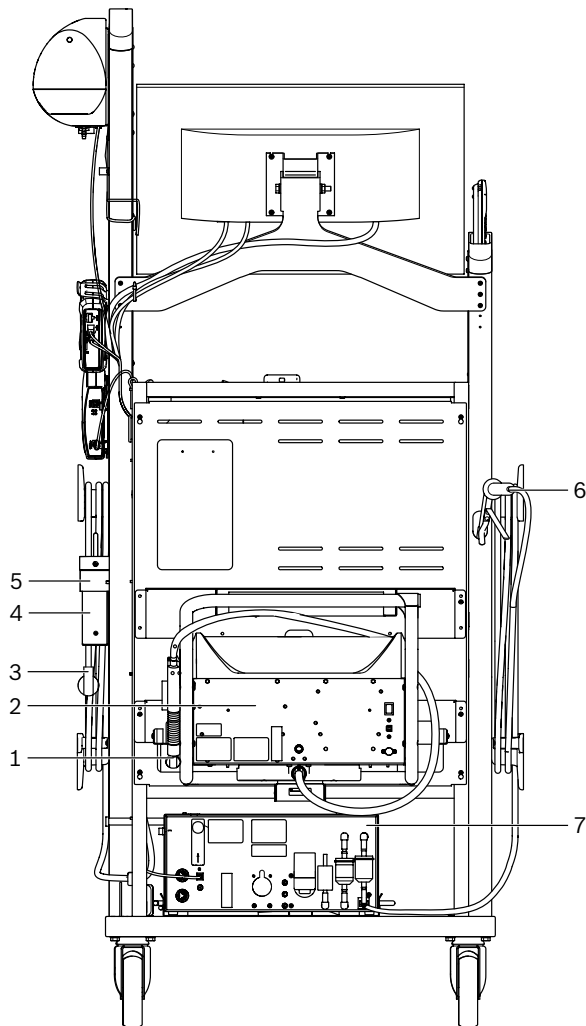

Afb. 1: Vooraanzicht FSA 740
3. BEA 070 (afb. 4, pos. 1) in de houder hangen en indien gewenst, de USB-verbindingkabel op de BEA 070 en op de USB-aansluiting aan de voorzijde van de PC (afb. 1, pos. 9) aansluiten.
4. Netaansluitkabel op de BEA 070 en op de stekkerstrip (afb. 1, pos. 10) aansluiten.
7. Verwijder transportbeveiligingen van de laserprinter volgens de bijgevoegde handleiding. Laserprinter in de trolley (afb. 1, pos. 7) plaatsen en aansluiten. Netaansluitkabel en USB-verbindingkabel zijn aansluitklaar aanwezig in de trolley.
Schakel met de centrale hoofdschakelaar op de voorkant van het apparaat (zie afb. 1, pos. 10) FSA 740 in of uit.